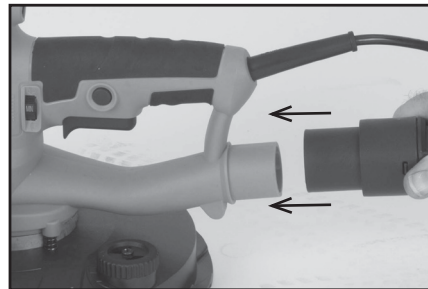

Abb. 9
- Verbinden Sie den Staubsabsaugschlauch mit der Maschine, indem Sie ihn in den Entstaubungsanschluss der Maschine drücken. (Abb. 9).